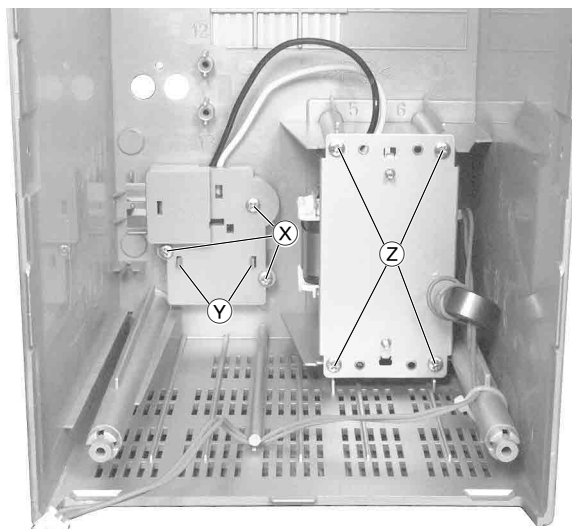

Fig. 11
- 3 Schrauben (X) (Fig. 11) herausdrehen.
- 2 Rastnasen (Y) (Fig. 11) ausrasten und Abdeckung abnehmen.
- 4 Schrauben (Z) (Fig. 11) herausdrehen.
- Undo 3 screws (X) (Fig. 11).
- Disengage 2 catches (Y) (Fig. 11) and remove the cover.
- Undo 4 screws (Z) (Fig. 11).